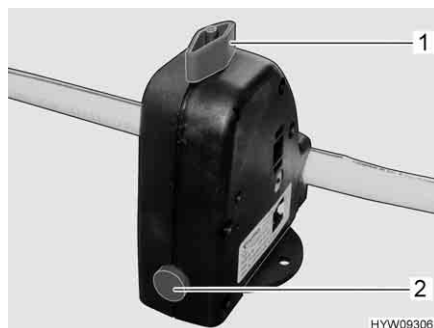

Fig. 193 Valvola di sicurezza/di scarico (boiler)
Il boiler è dotato di una valvola di sicurezza/di scarico (Fig. 193). La valvola di sicurezza/di scarico impedisce che l'acqua congeli nel boiler in presenza di basse temperature esterne, quando il riscaldamento dell'autocaravan non è acceso.
- Chiudere la valvola di sicurezza/di scarico. A tal fine ruotare la manopola (Fig. 193,1) verticalmente rispetto alla valvola di sicurezza/di scarico e premere verso l'interno il bottone automatico (Fig. 193,2).
- Aprire la valvola di sicurezza/di scarico. A tal fine ruotare la manopola (Fig. 193,1) nel senso della lunghezza della valvola di sicurezza/di scarico. Il bottone automatico (Fig. 193,2) scatta all'infuori. Il boiler viene svuotato verso l'esterno tramite la valvola di sicurezza/di scarico.